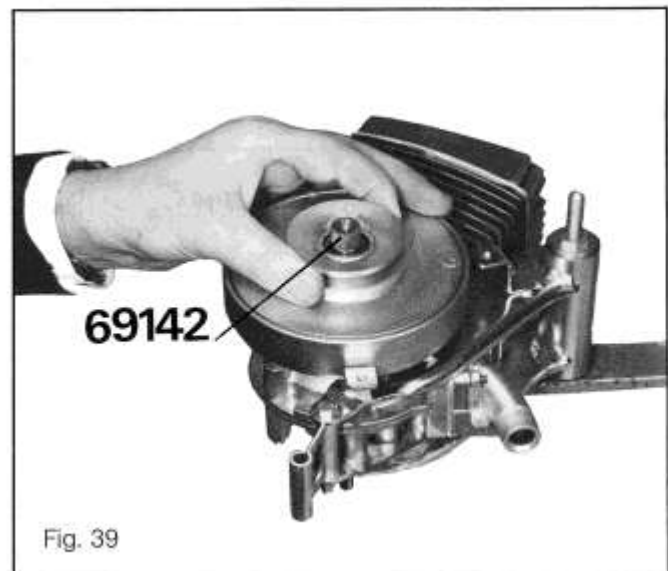

Fig. 39
- Retirer l'écrou (L) ainsi que les rondelles (M) et (N).
- Visser en bout de vilebrequin la douille de maintien 69142 (*figure 39*).
- Retirer la poulie motrice (A).
- Retirer ensemble le flasque d'embrayage (F), le tambour d'appui des billes (E) et les billes.